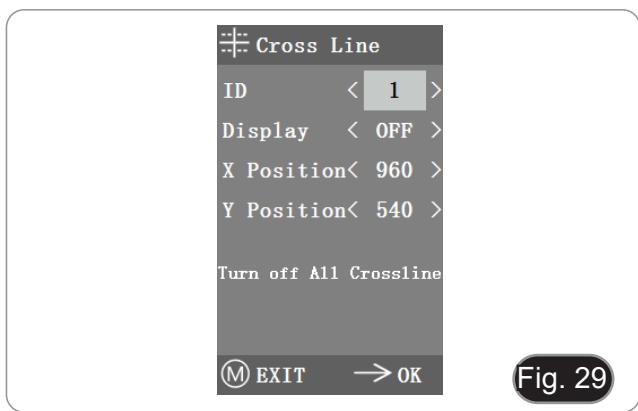

Fig. 29
- 1. Öffnen Sie das Menü Cross Line. (Fig. 29)